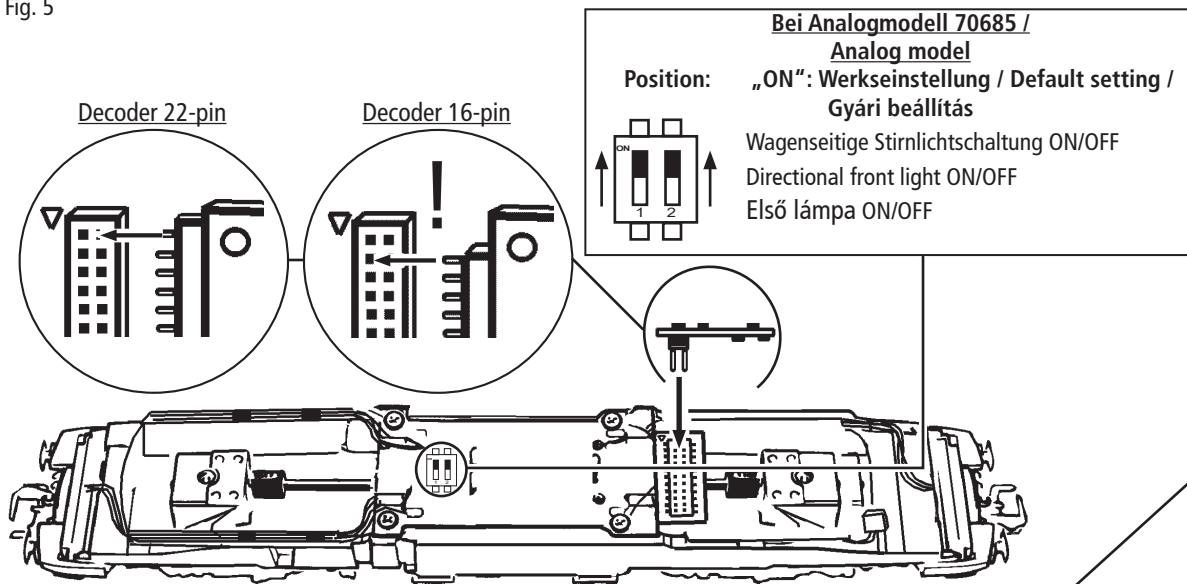

Fig. 7
3. Haftreifenwechsel: Zuerst den Getriebedeckel abnehmen (Fig. 7). Danach den **Radsatz** herausnehmen und die **Haftreifen** mit einer Nadel od. mit einem feinen Schraubendreher abziehen (Fig. 7). Beim Aufziehen der neuen Haftreifen darauf achten, dass diese sich nicht verdrehen.
3. Change of traction tyre: Remove the gear cover (fig. 7). Take out **wheel set** and remove **traction tyre** using a pin or a fine screwdriver (fig. 7). When pressing on the new traction tyre please **avoid twisting it**.